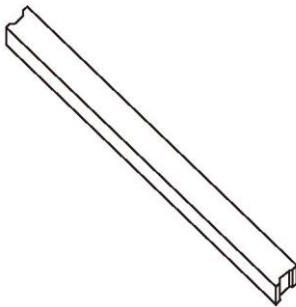

Abbildung 1 Stützrahmens aus Massivholz
- **Entladen mit einem Kran:** Befestigen Sie die Schlinge an den Karabinern des Stützrahmens aus Massivholz (Abb. 1 und 2), so dass jeweils nur eine Palette mit Modulen angehoben werden kann. Überprüfen Sie vor dem Anheben, ob die Palette und der Karton beschädigt sind und ob die Hebeseile fest und sicher sind. Wenn das Hebezeug kurz vor dem Aufsetzen auf dem Boden steht, richten zwei Personen, eine auf jeder Seite, den Karton gerade aus und platzieren ihn vorsichtig auf einer relativ flachen Position auf dem Projektgelände.